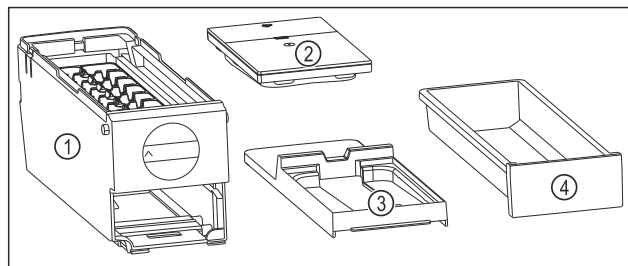

Fig. 84 Съставни части на EasyTwist-Ice
- ▷ EasyTwist-Ice е разглобен на четири части. (виж Fig. 84)
- ▶ Разглобявайте EasyTwist-Ice само на изобразените съставни части. (виж Fig. 84)
- ▶ Почистете корпуса на EasyTwist-Ice Fig. 84 (1) като едно цяло.